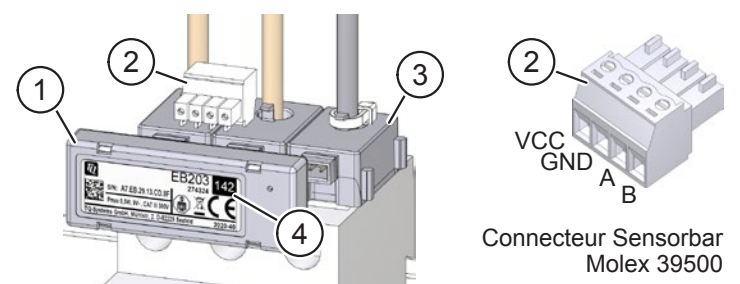

Fig. 5 : Enficher la Sensorbar sur les capteurs de courant
- ▶ Reliez les connecteurs des Sensorbars et de l'Energy Manager au câble standard 2466C. Fig. 4 / Fig. 5 montre l'affectation des fils.
- ▶ Enfichez la Sensorbar (Pos. 1 dans Fig. 5) sur les capteurs de courant chaînés (Pos. 3 dans Fig. 5) et le connecteur Molex (Pos. 2 dans Fig. 5).
- ▶ Notez que les Sensorbars, reliées entre elles, doivent impérativement présenter des adresses différentes (Pos. 4 dans Fig. 5).